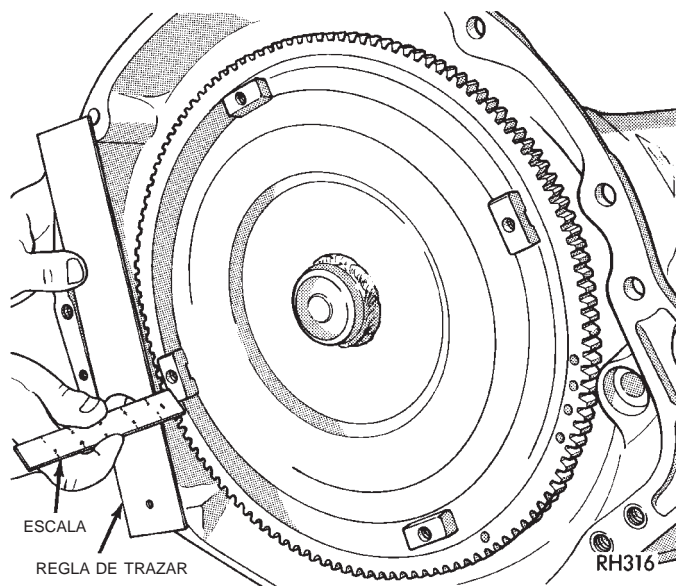

Fig. 20 Verificación del asentamiento del convertidor de par
(3) Alinee el convertidor de par con la abertura de la junta de la bomba de aceite.
(4) Inserte la maza del convertidor de par en la bomba de aceite.
(5) Mientras empuja el convertidor de par hacia adentro, hágalo girar hasta que asiente completamente en los engranajes de la bomba de aceite.
(6) Verifique el asentamiento del convertidor con una escala y una regla de trazar (Fig. 20). La superficie de las orejetas del convertidor debe estar a 12,7 mm (1/2 pulg.) de la parte posterior de la regla de trazar cuando el convertidor está totalmente asentado.
(7) Si fuese necesario, sujete provisionalmente el convertidor con el gato de carpintero fijado a la cubierta del convertidor.
(8) Instale la transmisión en el vehículo.
(9) Llene la transmisión con el líquido recomendado.